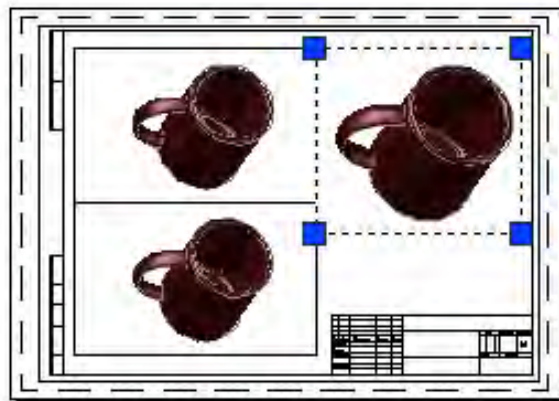

Рис. 83. Построение на листе трех видовых экранов
6. Вставить три видовых экрана. Сначала вставить два видовых экрана, а затем еще один. Открыть меню **View — Viewports — New Viewports**. Выбрать вариант **Two: Horizontal** и нажать **OK**. Далее растянуть экраны на все пространство слева от штампа. Снова открыть меню **View — Viewports — 1 Viewports**. Растянуть этот экран над основной надписью (рис. 83).